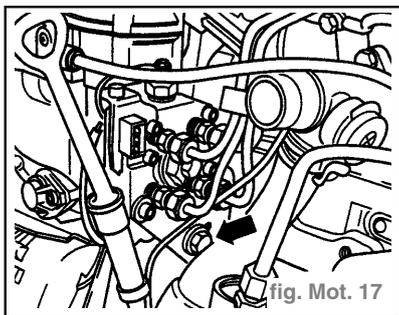

fig. Mot. 17
- Dévisser ensuite la vis de fixation du support arrière (flèche). (fig. Mot. 17)